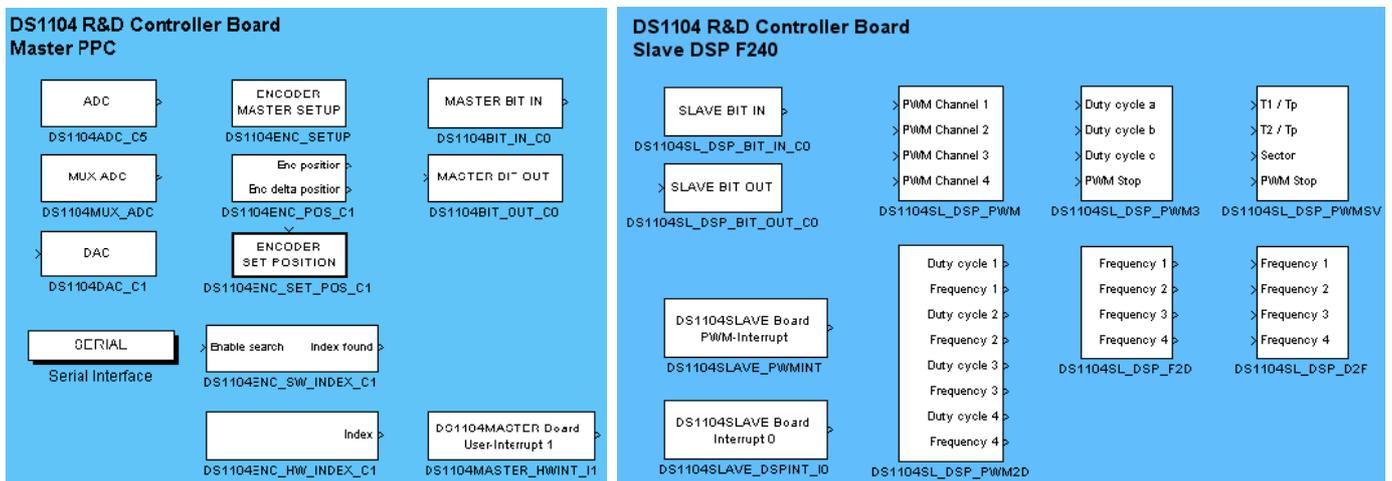

Figure 1 : Blocs de programmation DS1104
- 2.3 En Figure 1 sont représentés les différents blocs disponibles avec la carte DS1104 pour réaliser un programme sous Simulink. En vous aidant de ces éléments, dessinez sur votre copie le schéma Simulink du système que vous avez utilisé et programmé en TP. Il n'est pas nécessaire d'indiquer les valeurs exactes des différents gains.